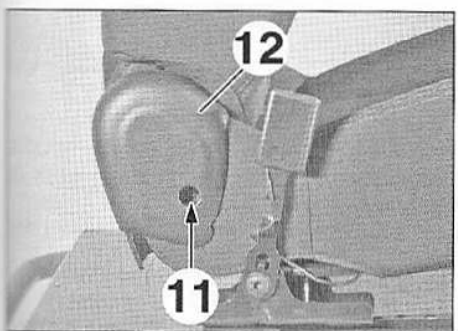

FIG.14
- Déposer (Fig.14) :
- la vis (11),
- la garniture (12).